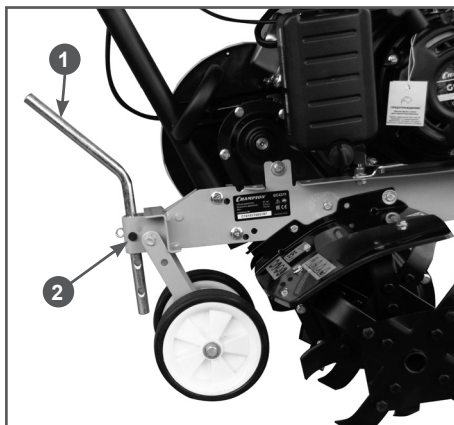

Рис. 6 Установка сошника в транспортное положение
7. Установите сошник 1 в кронштейн 2 сошника в транспортное положение и закрепите его пальцем и шплинтом (Рис. 6).